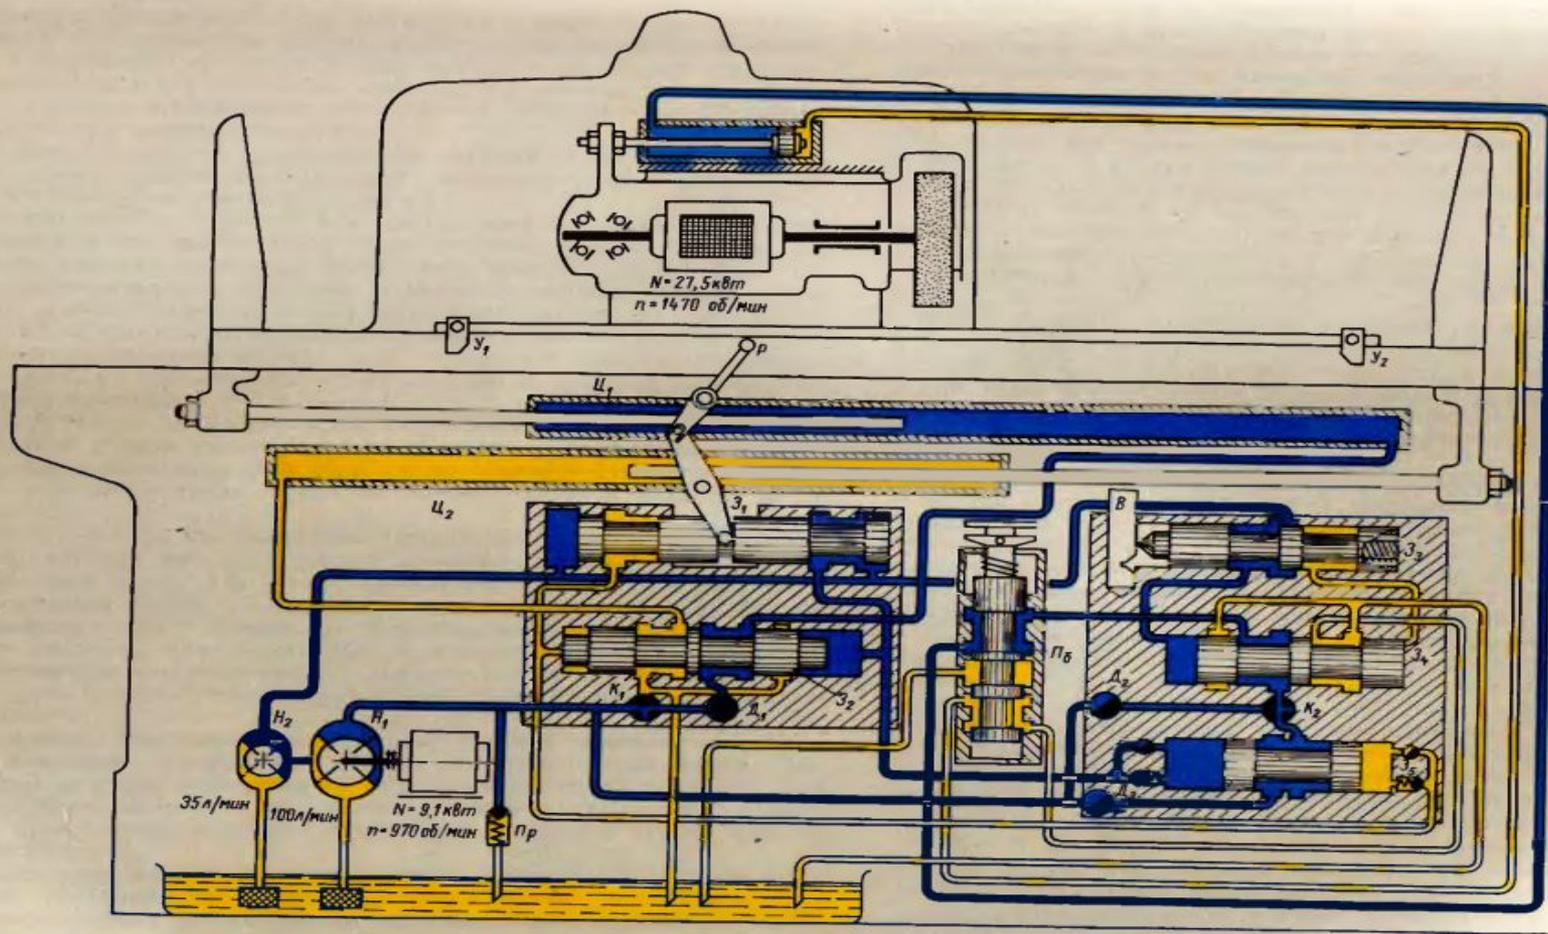

Рис. 129. Гидравлическая схема плоскошлифовального станка модели 3724
**Движение резания.** Шлифовальный круг (рис. 129) укреплен на шпинделе шлифовальной бабки и приводится в движение встроенным электродвигателем мощностью 27,5 кВт, расположенным внутри бабки.